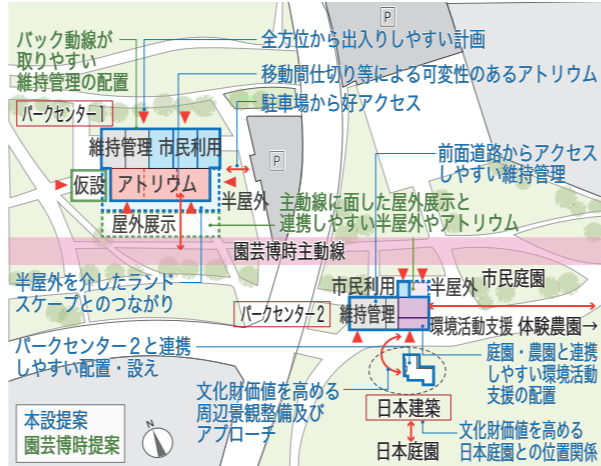

図1: 本設と園芸博時のいずれの使いやすさにも配慮したゾーニングイメージ
- A) パークセンター1は駐車場とのアクセスが良く、公園の中心として全方向からの出入りに配慮します。半屋外空間を介して建築とランドスケープが緩やかにつながり、移動間仕切り等により部分的な利用が可能で、**利便性と自由度が高いゾーニング**を提案します。(図1)
- B) パークセンター2は東地区の**各種庭園や体験農園との連携**がしやすく、**維持管理や搬入動線**が取りやすいゾーニングを提案します。(図1)
- C) 日本建築は**パークセンター2との連携及び機能の共有及び補完**がしやすい施設配置と、文化財価値を高める日本庭園との位置関係や方位、アプローチ、周辺景観整備を提案します。(図1)
- D) 半屋外空間やアトリウムを園芸博時の主動線に面して設けることで、**園芸博時の展示等機能追加や屋外展示との連携**がしやすいゾーニングを提案します。(図1)
- C) 設備更新がしやすい設備室の配置やダクトスペース、ピット、天井計画により、**施設修繕・更新費用の縮減**を図ります。(図1)